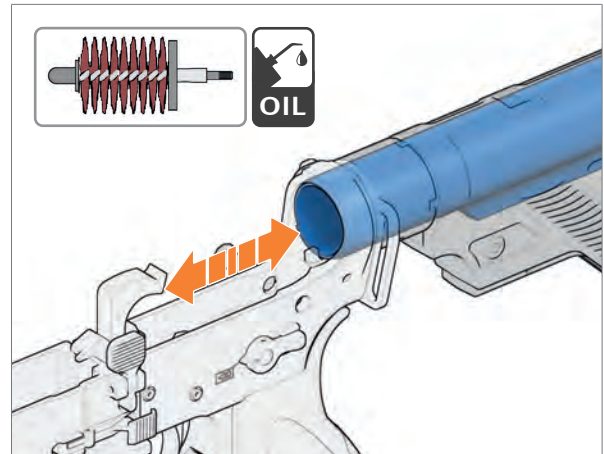

Abb. 101: Verlängerung innen reinigen
1. Griffstange, 2 Verlängerungsstangen und Reinigungsbürste für Verlängerung zusammenschrauben (Abb. 101).
2. Verlängerung innen mit eingölter Reinigungsbürste reinigen (Abb. 101).